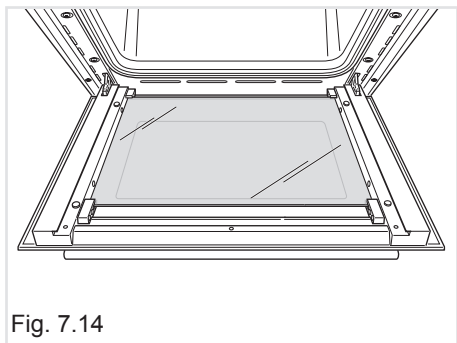

Fig. 7.14
- Décrochez doucement la vitre centrale des pinces inférieures en la déplaçant comme illustré sur la fig. 7.14.